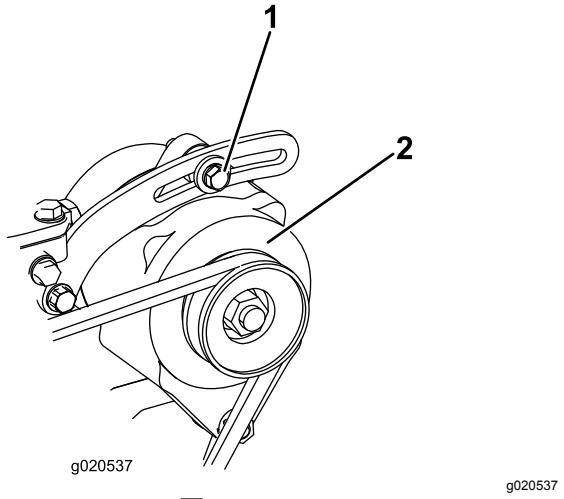

図 89
1. たわみが10mmでない場合には、オルタネータ取り付けボルトをゆるめる図 89。